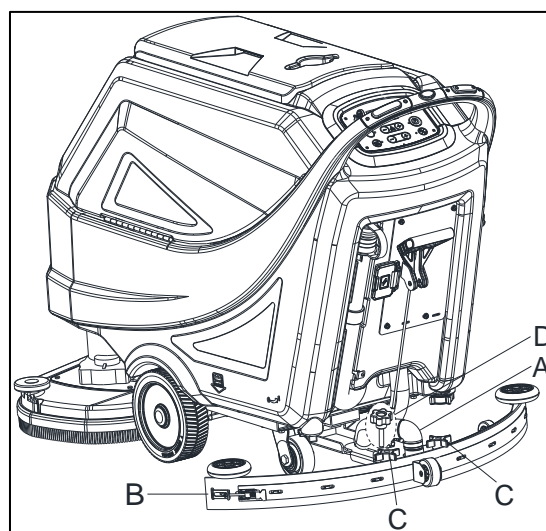
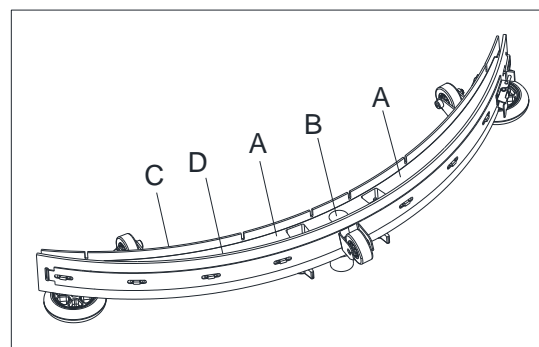
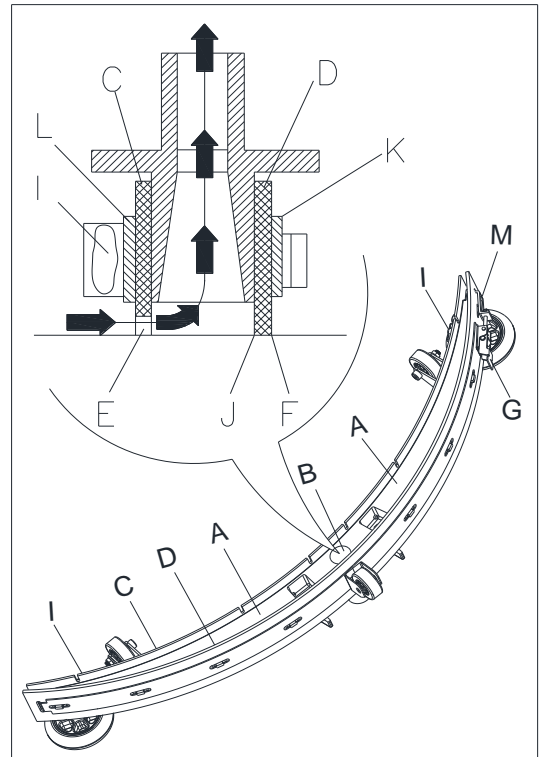

Рис. 24
Рис. 25
Рис. 26
4. Ослабьте ручки (C, Рис. 24) и снимите скребок (B).
5. Отсоедините вакуумный шланг (A) от скребка.
6. Очистите стальной или алюминиевый скребок (Рис. 25). Очистите отсеки (A) и особенно отверстие (B). Проверьте переднее лезвие (C) и заднее лезвие (D) на отсутствие повреждений, порезов и разрывов; при необходимости замените их (см. процедуру в следующем пункте).
2. Убедитесь, что края (Е, Рис. 26) переднего лезвия (С) и края (F) заднего лезвия (D) находятся на одном уровне по всей длине; при необходимости отрегулируйте высоту в соответствии со следующей процедурой:
- Ослабьте хомут (G), отсоедините держатели (M) и отрегулируйте заднее лезвие (D), затем зафиксируйте держатели (M) и установите хомут (G).
- Ослабьте ручки (I) и отрегулируйте переднее лезвие (C), затем затяните ручки.
3. Проверьте переднее лезвие (C) и заднее лезвие (D) на отсутствие износов, порезов и разрывов; при необходимости замените их в соответствии со следующей процедурой. Убедитесь, что передний край (J) заднего лезвия (D) не изношен; при необходимости переверните лезвие, чтобы заменить изношенный край целым краем. Если другие края также изношены, замените лезвие скребка в соответствии со следующей процедурой:
- Ослабьте хомут (G), отсоедините держатели (M) и снимите сдерживающую планку (K), затем замените заднее лезвие (D). Соберите скребок в обратном порядке.
- Открутите ручки (I) и снимите фиксирующую планку (L), затем замените переднее лезвие (C). Соберите скребок в обратном порядке. После замены лезвия (или переворачивания), отрегулируйте высоту, как показано в предыдущем шаге.
4. Подсоедините вакуумный шланг(A, Рис. 24) к всасывающему скребку.
5. Установите скребок (B) и закрутите ручки (C).
6. При необходимости отрегулируйте баланс скребка при помощи ручки (D).